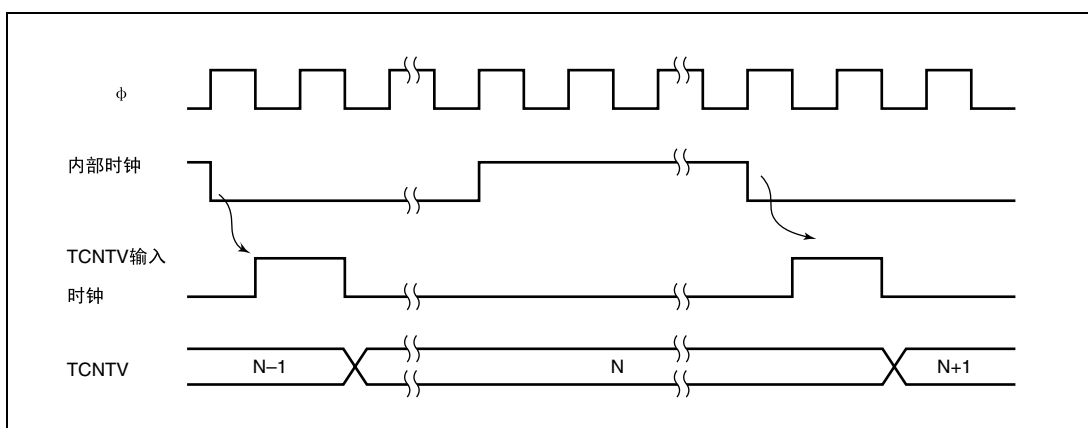
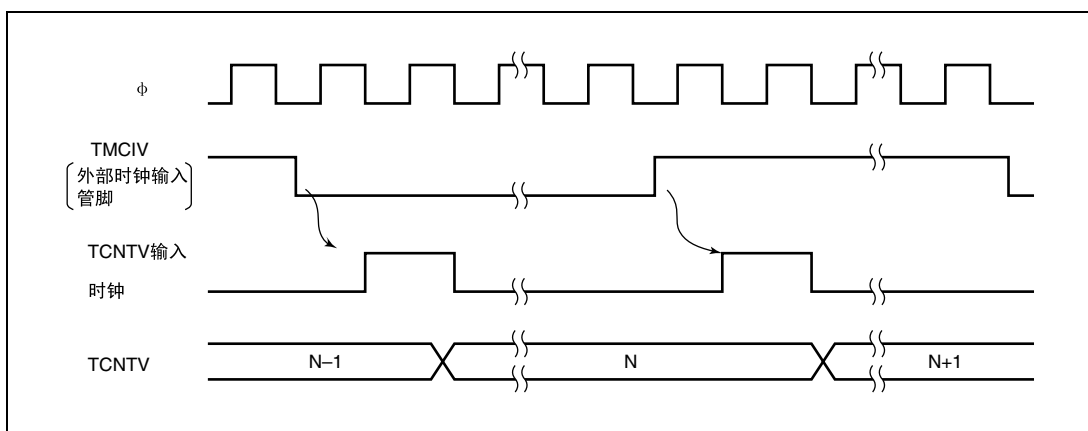

图 10.2 内部时钟运行时的计数时序
图 10.3 外部时钟运行时的计数时序
1. 定时器V的运行时钟根据表10.2, 能选择预定标器S输出的6种内部时钟或者外部时钟。如果选择运行时钟, TCNTV就开始累加计数。选择内部时钟时的计数时序如图10.2所示, 选择外部时钟的两边沿时的计数时序如图10.3所示。